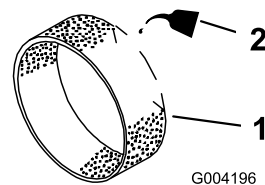

Рисунок 156
3. Вылейте 3–6 мл масла на фильтр предварительной очистки (Рисунок 156).